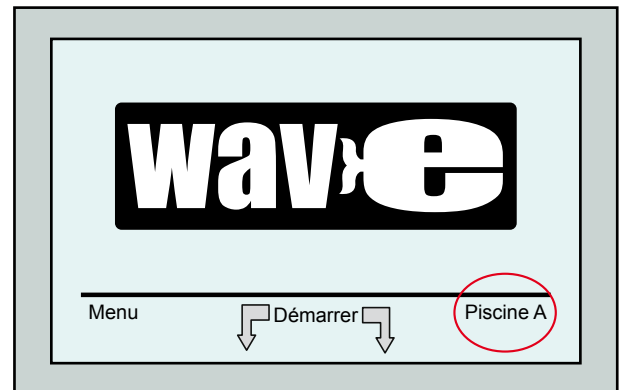

Figure 8 : Écran Wave avec 'Piscine A' en tant que réglage par défaut
1. Accédez à l'écran Wave. 'Piscine A' est affichée en tant qu'option en cours, comme le montre la Figure 8.
1. A l'écran Wave, appuyez sur le réglage piscine actuellement affiché à droite de l'écran (voir Fig. 8) pour accéder à l'écran *Profil piscine*.